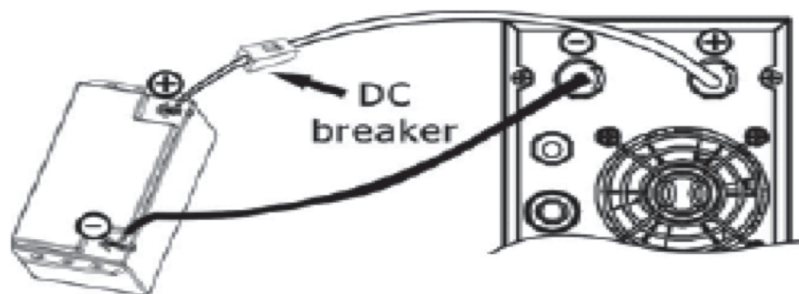

Рис. 1
Шаг 1 – Рекомендуется подключать аккумуляторы к ИБП, с помощью проводки, включающей в себя плавкий предохранитель (прерыватель*). Установите прерыватель* постоянного тока на положительном проводе подключения аккумуляторной батареи. Номинальное значение прерывателя постоянного тока должно соответствовать току аккумуляторной батареи ИБП (50 А). Прерыватель* постоянного тока должен быть выключен (см. Рис. 1).
1) Подключение одной аккумуляторной батареи (см. рис. 1): При подключении только одной батареи ее напряжение должно равняться номинальному напряжению постоянного тока данного устройства (см. ниже Таблица 2).